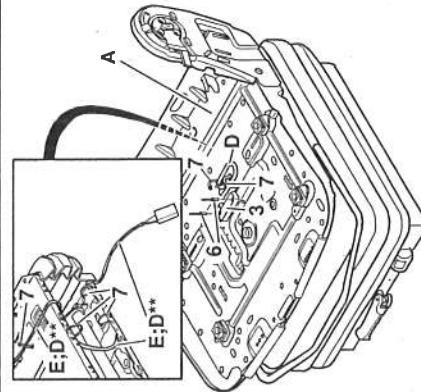

Bild 4
- 9 Falls weiterer Verlauf von Kabel (D) durch Sitzplatte (A) und sich Kabelaustritt an der Sitzfederung befindet **; (Bild 4 bis 8) Stellen kennzeichnen, an denen das Kabel (D) mit Kabelbinder (7) an Sitzplatte (A), Oberteil der Sitzfederung und in der Sitzfederung befestigt ist, und Kabelbinder (7) entfernen. Kabel (D) durch die Sitzfederung und die Bohrung (Pfeil) der Sitzplatte (A) nach oben herausziehen und Sitzschalter (3) abnehmen.